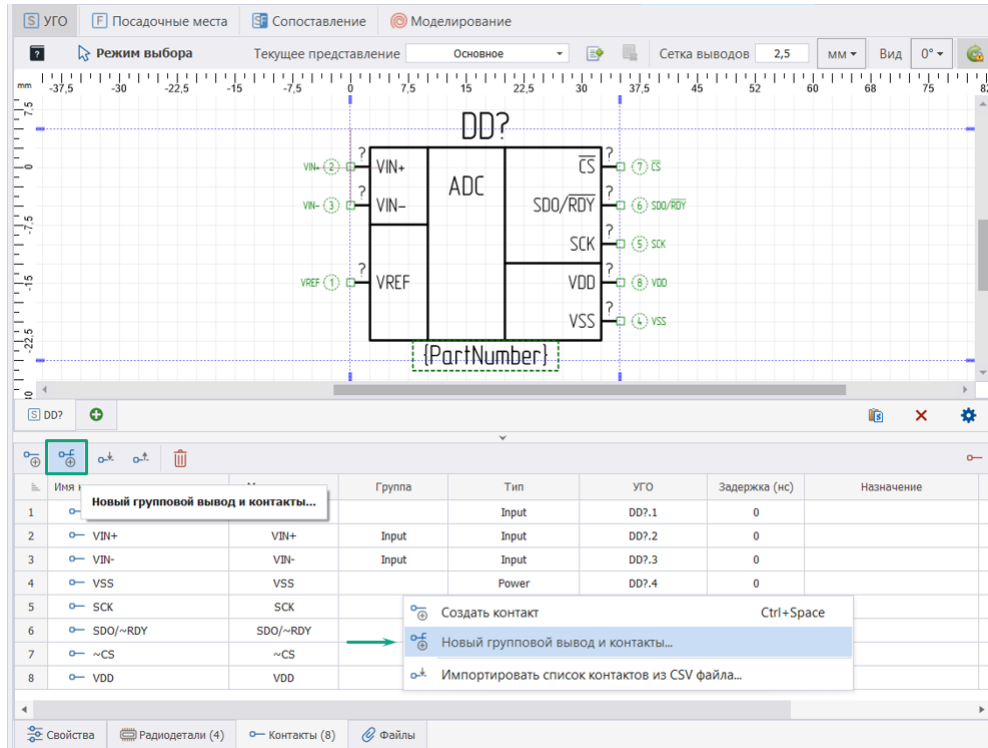

Рис. 251 Создание группового вывода и контактов
1. Нажать иконку  «Новый групповой вывод и контакты...» или воспользоваться контекстным меню, активированным из свободного места таблицы контактов, см. Рис. 251.